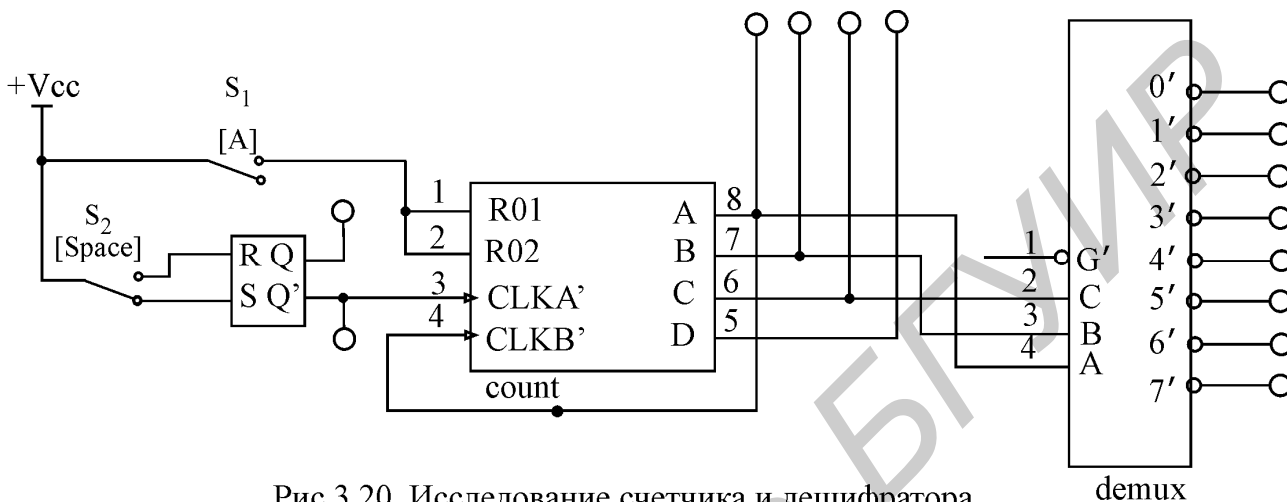

Рис.3.20. Исследование счетчика и дешифратора
8.1. Соберите схему, показанную на рис.3.20. Запустите анализ схемы.